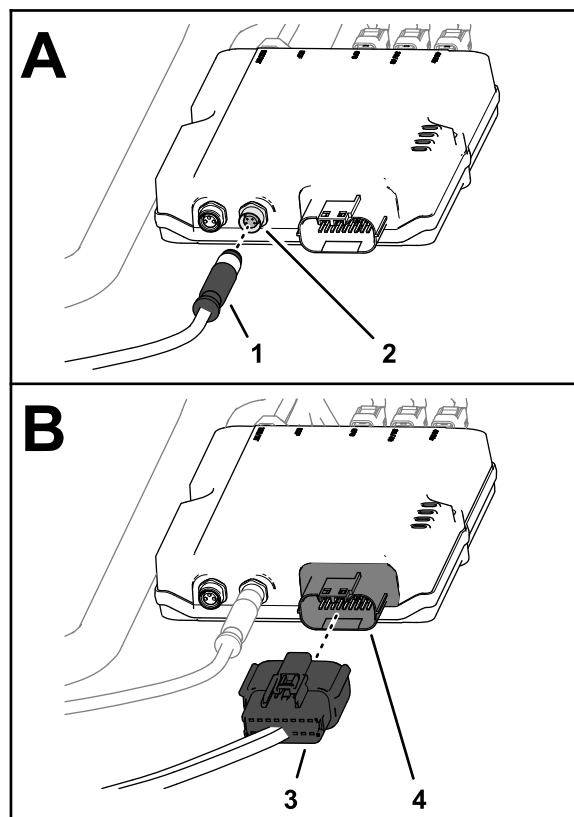

Рисунок 166
1. Вставьте 4-штыревой разъем жгута проводов передачи данных модема с маркировкой ETHERNET CL55 в 4-гнездовой разъем (без маркировки) модема CL-55 и затяните рифленую гайку 4-штыревого разъема (Рисунок 166).
2. Вставьте 18-гнездовой разъем жгута проводов питания модема с маркировкой CL55 в 18-штыревой разъем модема CL-55 (Рисунок 166).